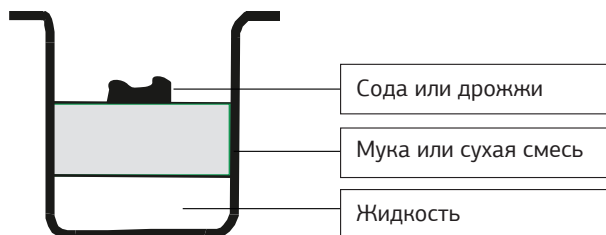

Рис. 1
- Добавьте ингредиенты в соответствии с рецептом, рекомендуем это делать в следующем порядке (Рис. 1). Убедитесь, что дрожжи не будут контактировать с жидкостью или солью.